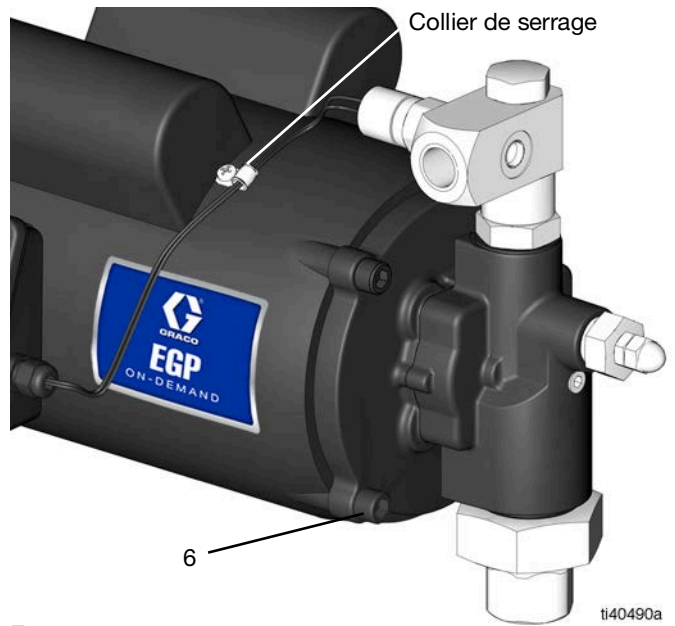

FIG. 17
12. Tirez le fil du pressostat hors du collier de serrage (FIG. 17).
13. Retirez les quatre vis Allen (6) à l'aide d'une clé Allen de 8 mm (FIG. 17).
2. Placez et serrez les quatre vis Allen (6) à l'aide d'une clé Allen de 8 mm (Serrez au couple de 27,1 N•m) (FIG. 17).